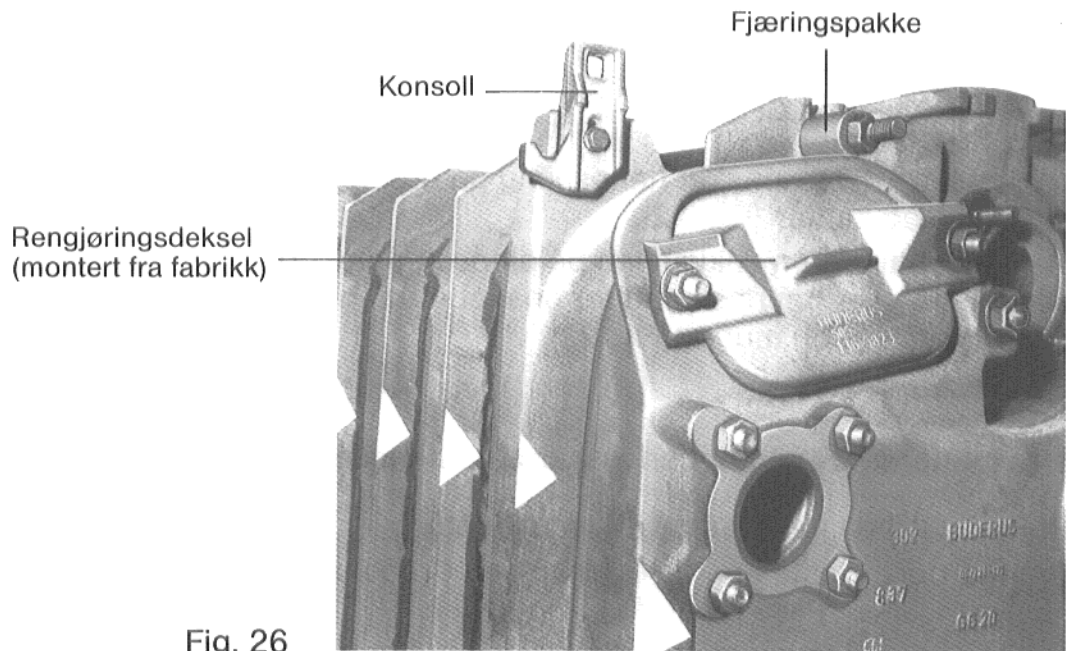

Fig. 26
**Øvre rensedeksel** (oppe til venstre og høyre) på anslutningselementet (Fig. 26). Begge rensedeksel er montert fra fabrikk.